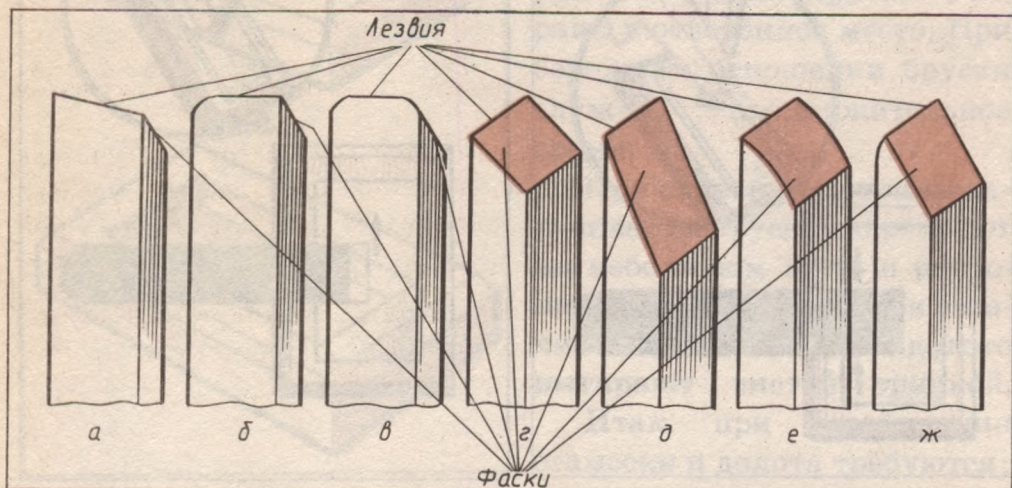

Рис. 138. Ошибки при затачивании.
2. Лезвие заточено не под прямым углом (рис. 138, а — в). Причина этой ошибки в отсутствии контроля при затачивании, в неправильном нажатии на резец.
3. Лезвие не острое, не режет древесину (рис. 138, г).
4. Лезвие гнется. В этом случае угол заточки слишком острый (рис. 138, *д*).
5. Лезвие заточено не ровным, а выпуклым полукругом (рис. 138, *е*). Причина ошибки в том, что при затачивании фаска была неравномерно прижата к бруску.
6. Образовалась вторая фаска сверху (рис. 138, *ж*). Очень трудно исправимая ошибка. Причина ее в том, что при снятии заусенца резец был прижат к бруску неплотно, под углом.